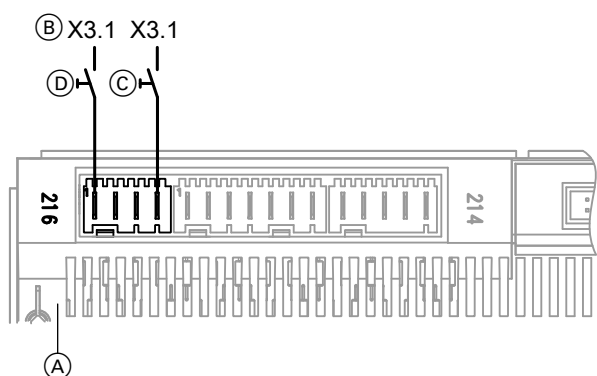

Fig. 62
- La automatizarea pompei de căldură conform fig. 62